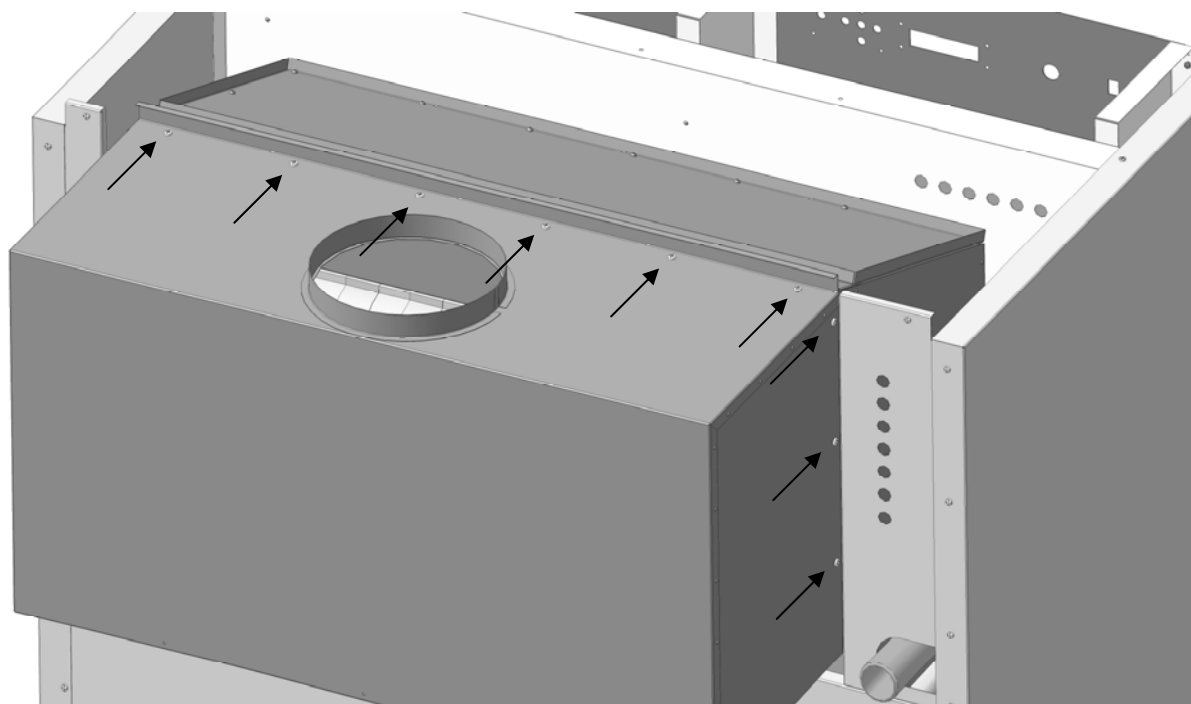

Рис. 5 Установка прерывателя тяги в рабочее положение
6.4.3. Установить прерыватель тяги так, чтобы горловина дымохода была направлена вертикально вверх, и закрепить его винтами из комплекта поставки см. Рис. 5 (для удобства установки снять задние левую и правую панели);